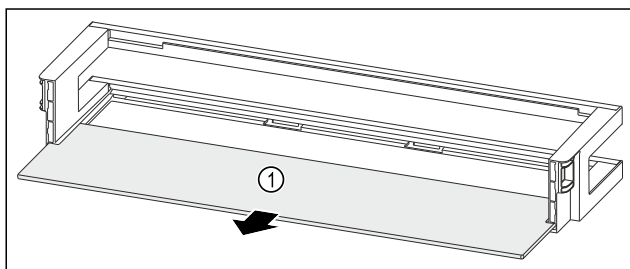

Fig. 172 Türabsteller mit Abstellfläche
- ▶ Abstellfläche Fig. 172 (1) entnehmen.